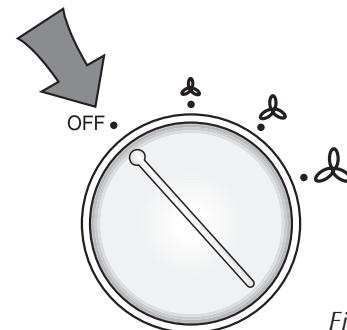

Fig. 3
- 2) Comutare la posizione del selettore (Fig. 3).
- 2) Shift the button (Fig. 3).
- 2) Positionnes le bouton (Fig. 3).
- 2) Die Stellung des Griffes ändern (Fig. 3).